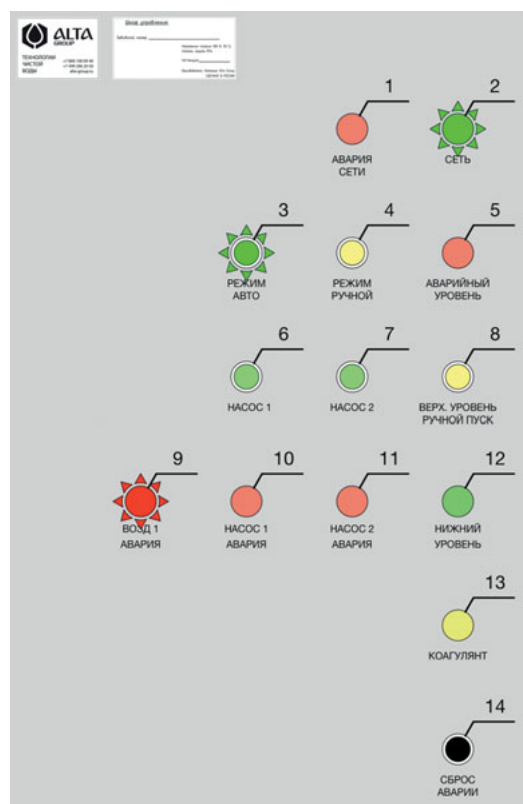

Рисунок 14. Внешний вид индикации режима памяти ошибки при аварии воздухоудвки
Включенный световой сигнал аварии воздухоудвки (включенная лампа-индикатор (9) свидетельствует о блокировке воздухоудвки. Мигающий световой сигнал свидетельствует о том, что была зарегистрирована авария, но оборудование в данный момент времени включено и работает в штатном режиме — режим памяти ошибки, внешний вид индикации режима памяти ошибки при аварии воздухоудвки см. Рисунок 14.